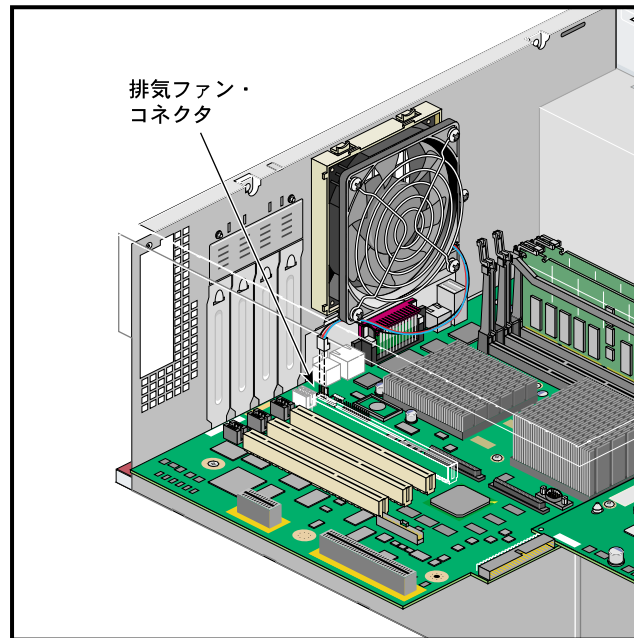

図 4-36 排気ファン・ワイヤ・ハーネスの取外し
2. マザーボードから排気ファン・ワイヤ・ハーネスを取外します。図 4-36 を参照してください。